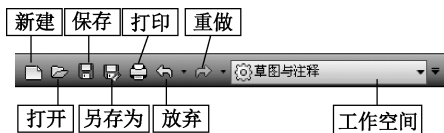

图 1-13 “快速访问”工具栏
(3) “快速访问”工具栏。“快速访问”工具栏如图 1-13 所示，默认情况下其位于功能区上方，并占用标题栏左侧一部分位置。“快速访问”工具栏用于存储经常访问的命令，默认命令按钮有新建、打开、保存、另存为、打印、放弃、重做和工作空间，单击各按钮即可快速调用相应命令。